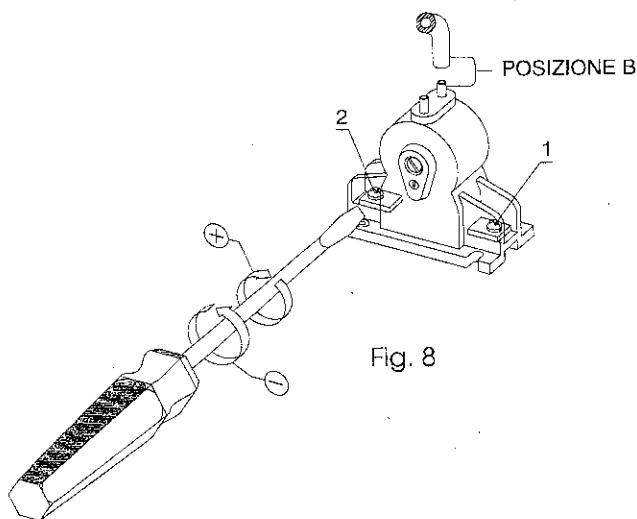

Fig. 8
- 11) Collegare il tubicino in PVC alla posizione "B" del pressostato come da Fig. 8.
- 12) Effettuare i collegamenti elettrici dal pressostato (Fig. 8) alle apparecchiature elettroniche FAAC come da Tabella 1.
- 13) Regolare la sensibilità del pressostato agendo sull'apposita vite come da Fig. 8.
- 11) Connect the PVC tube to the pressure switch position "B" as shown in Fig. 8.
- 12) Make the electrical connections between the pressure switch (Fig. 8) and the FAAC control units as described in Table 1.
- 13) Adjust the sensitivity of the pressure switch on the screw as shown in Fig. 8.
- 11) Brancher le tube en PVC sur la position "B" du pressostat comme indiqué en Fig. 8.
- 12) Effectuer les branchements électriques du pressostat (Fig. 8) aux armoires électroniques FAAC comme le montre le tableau 1.
- 13) Ajuster la sensibilité du pressostat en agissant sur la vis comme indiqué en Fig. 8.